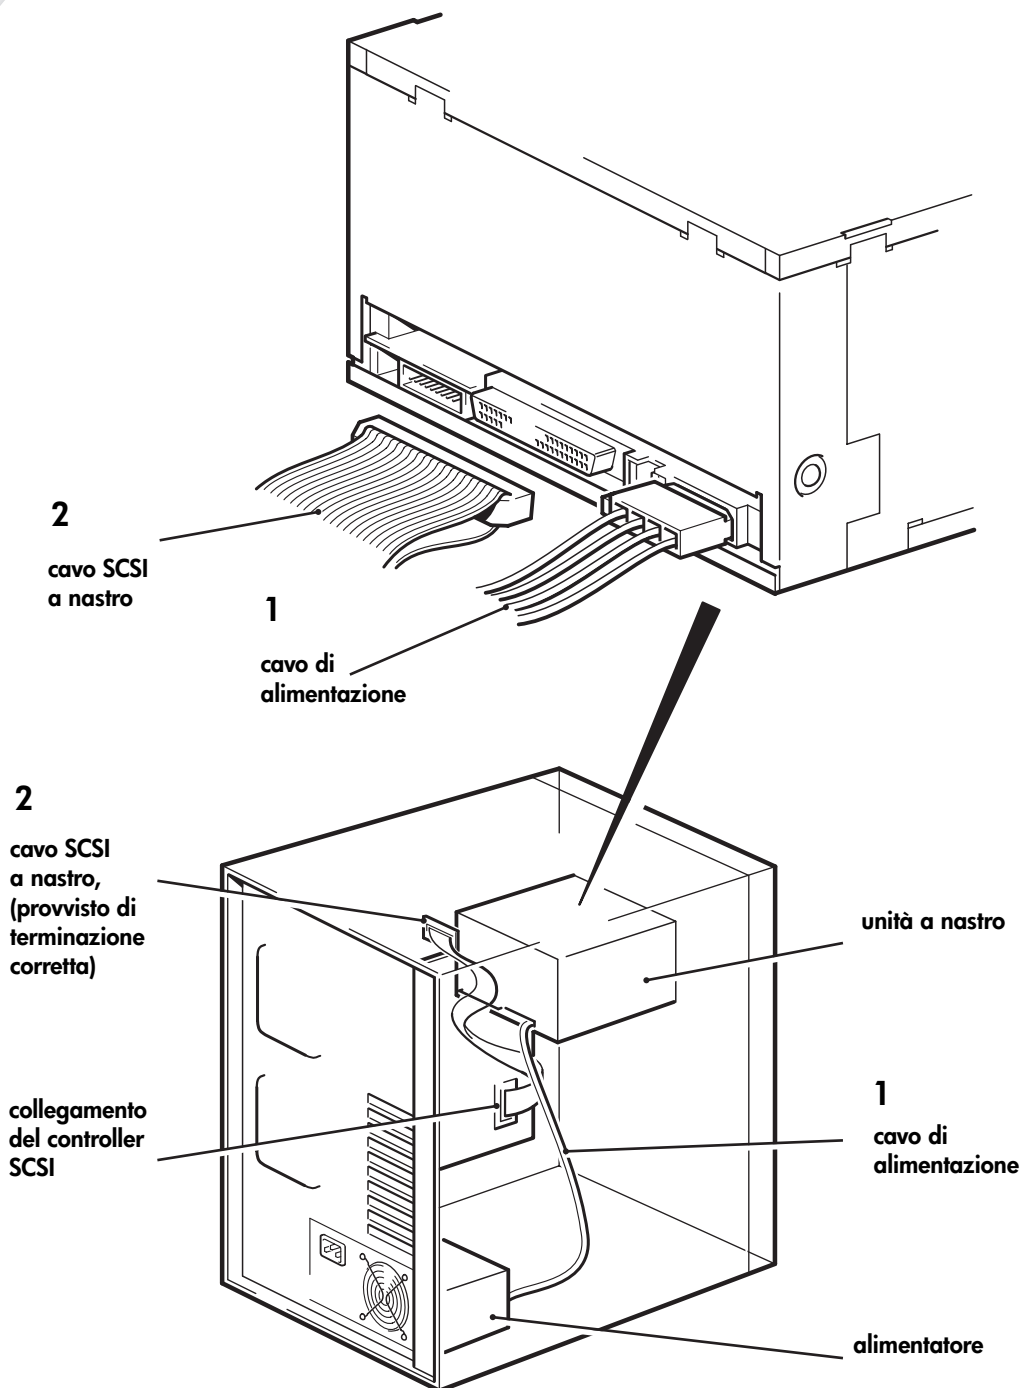

Figura 7: collegamento del cavo di alimentazione e del cavo SCSI
- 1 Collegare un cavo di alimentazione libero proveniente dall'alimentatore interno del computer al connettore di alimentazione, come indicato nella Figura 7, punto 1.
- 2 Collegare un connettore libero del server o del cavo SCSI a nastro dell'HBA al connettore SCSI dell'unità, come mostrato nella Figura 7, punto 2.
Quindi, supponendo che l'HBA sia il primo dispositivo presente sul bus, è necessario controllare che il secondo terminatore si trovi dopo l'ultimo dispositivo, come illustrato nella Figura 7, punto 2.